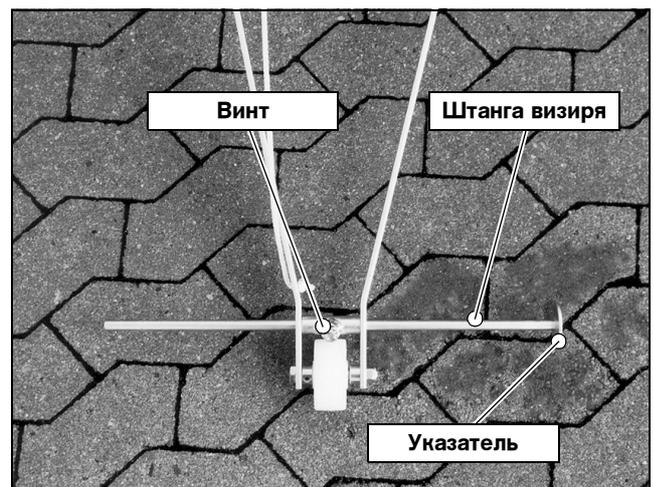

Рис. 4.23 Передний визирь
2. Ослабьте винт на переднем визире (Рис. 4.23).